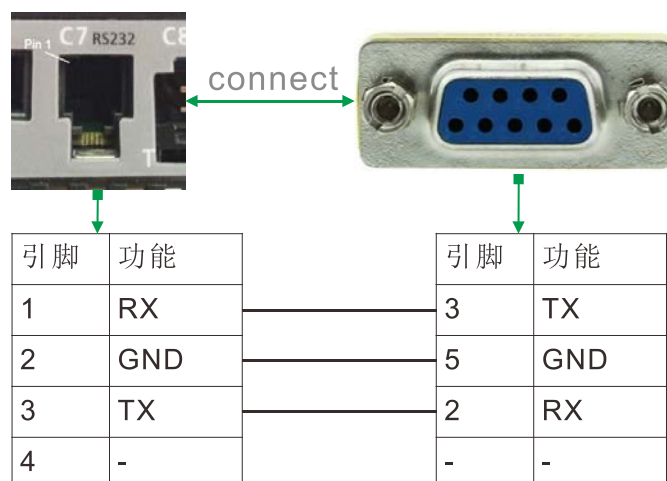

图 2.11 RS232 接口外观及引脚定义
3) 购买一根 GTHD 驱动器调试线缆, 或者自己制作该线缆, 需要的材料及工具如下, 驱动器侧的 4P4C 水晶头的外观及引脚定义、与 DB9 母头的接线定义如图 2.11 所示: